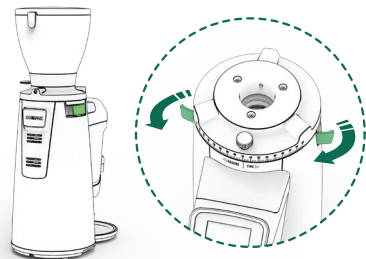

Fig. 12
12.3.8. Desbloquear la cavidad de molienda tirando de las dos palancas situadas a ambos lados del molino (10) (**Fig. 12**).